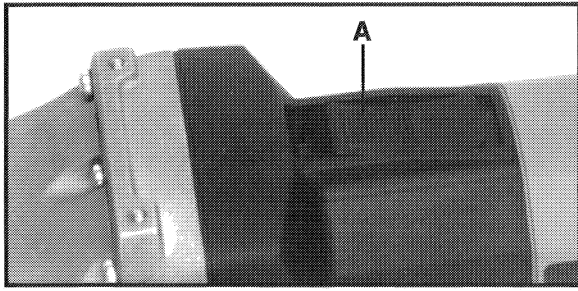

Fig. 1
3. Faites glisser le bouton de l'interrupteur (A) Fig. 1, vers l'avant pour mettre l'outil en MARCHÉ (On). Une fois relâché, le bouton de l'interrupteur reviendra à la position d'ARRÊT (OFF).
4. Pour bloquer l'interrupteur à la position ON : l'interrupteur étant sur ON, appuyez sur l'extrémité avant du bouton de l'interrupteur (A) Fig. 1. Pour relâcher le blocage de l'interrupteur : appuyez sur l'extrémité arrière du bouton de l'interrupteur, en laissant l'interrupteur glisser à la position OFF.